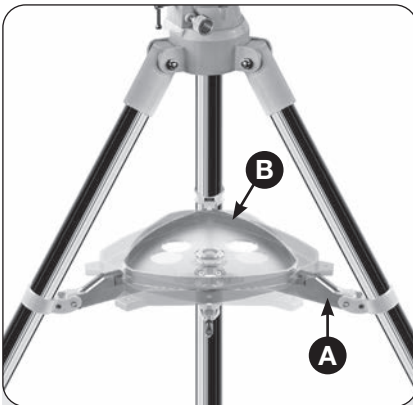

Fig 2 El trípode con bandeja de accesorios
2. Montaje - Patas de trípode: Las patas del trípode están premontadas y ya conectadas al cabezal del trípode (Fig 2, X) y al trípode (Fig 1, 16). Saque el trípode de su embalaje y colóquelo en posición vertical con las patas del trípode hacia abajo. Ahora tome dos de las patas del trípode y sepárelas con cuidado hasta una posición completamente abierta. El peso del trípode descansará sobre una sola pata. Luego, coloque el trípode en posición recta. Ahora saque cada pata del trípode individualmente a la longitud deseada (Fig 3) y gire uno de los tornillos de sujeción (3 piezas) a mano. No apriete demasiado los tornillos. Los tornillos de apriete sirven para bloquear los segmentos interiores de las patas del trípode a la altura deseada.
3. Montaje - Montar la estantería: La bandeja de accesorios (B, Fig 2) se coloca en el centro de la araña del trípode con la parte plana hacia abajo y se monta girándola en el sentido de las agujas del reloj hasta 60°. Las tres lengüetas de la placa de almacenamiento deben alinearse con los soportes de retención de la araña del trípode y bloquearse en su lugar.